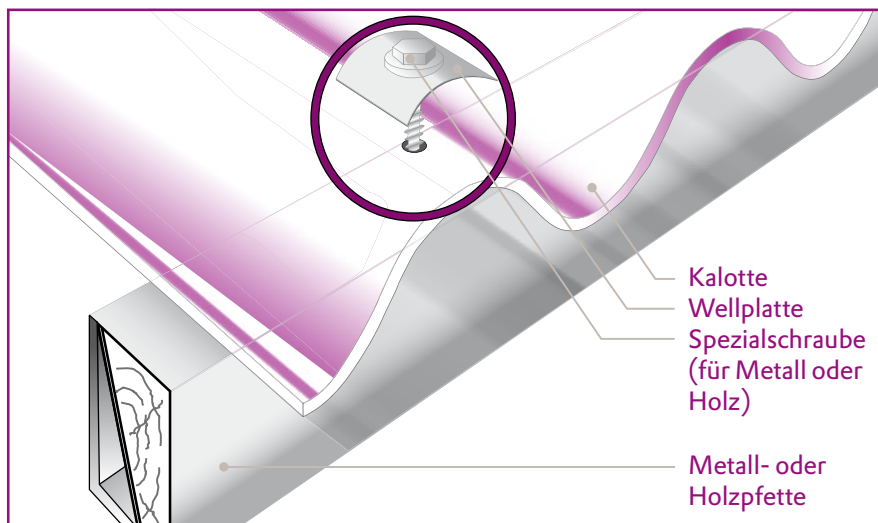

Abb. 6a:
**(6,5 mm Ø) für Holz oder Metall** (teils auch selbstbohrend) verwendet, die mit Dichtscheibe versehen sind. Der Schraubenkopf wird zusätzlich mit einer handelsüblichen Alu-**Kalotte** mit elastischer Beschichtung unterlegt, die – mit ihrer dem jeweiligen Wellprofil angepassten Form – das darunter liegende Bohrloch abdichtet und den Schraubendruck gleichmäßig verteilt. Für den Schraubenkopf ist eine Abdeckkappe erhältlich, die ihn gegen Witterung schützt und optisch verbessert (Abb. 6a + 6b).